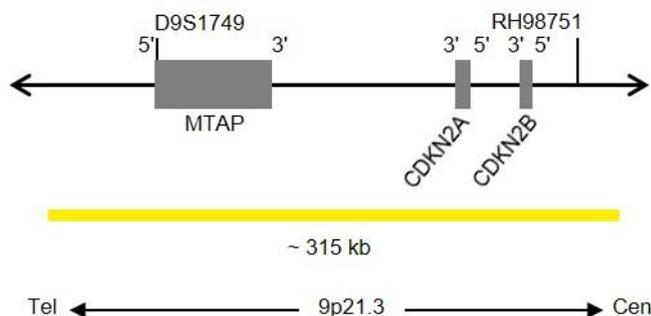

Fig. 1: SPEC CDKN2A Mapa de la sonda (no está a escala)
- Polinucleótidos marcados en dorado (excitación a 532 nm y emisión a 553 nm) ZyGold (~5,5 ng/ $\mu$ l), dirigidos a secuencias localizadas en 9p21.3\* (chr9:21,742,629-22,056,853) que albergan la región del gen CDKN2A (ver Fig. 1).